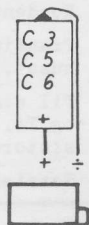

Fig. 4.
4. Elektrolytkondensatorerne C3, C5 og C6 sættes først ned i den medfølgende gule fod efter Fig.4, og monteres derefter som de andre elektrolytkondensatorer.